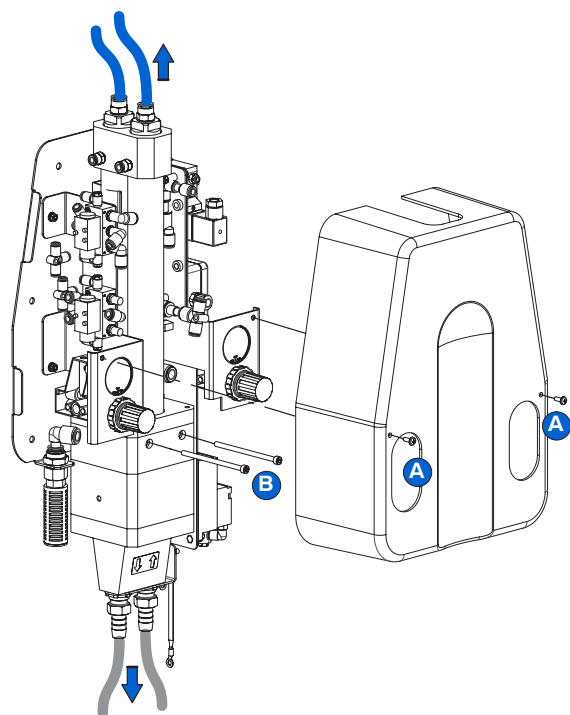
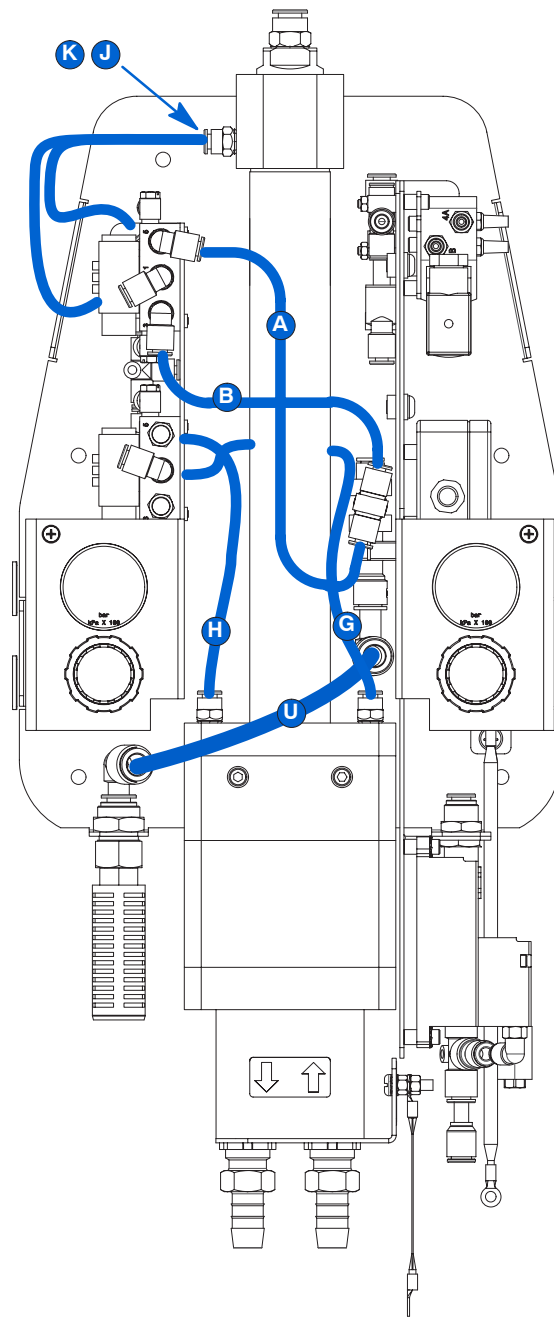

図11 ポンプアッセンブリの取り外し
図12 エア配管の取り外し
1. 図11を参照。パージエアラインをポンプ上部から取り外します。
3. カバーから2本のねじ (A) とカバーを取り外します。
4. 図12を参照。図示されている7本のエアチューブのそれぞれの方の先端を取り外します。
**注記:** 図 11 の各文字は、28 ページのチューブの図の各文字に一致しています。
5. 図11を参照。ポンプアッセンブリをベースに固定している2本のねじ (B) を取り外します。ポンプアッセンブリを取り外して、清潔な作業面に置きます。